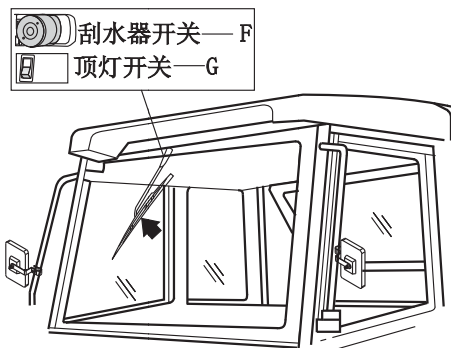

图4-20 刮水器及顶灯开关
刮水器由开关 ⑥ 控制(见图4-20)：
撑住，后窗即打开(见图4-20)。
顶灯通过开关 ⑥ 控制(见图4-20)。